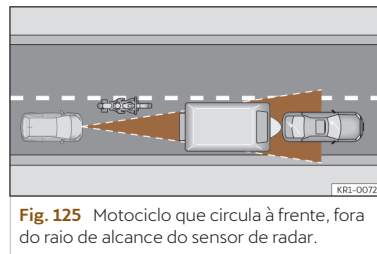

Fig. 125 Motociclo que circula à frente, fora do raio de alcance do sensor de radar.
- Veículos que circulem desalinhados ou fora da zona de deteção do sensor, por exemplo, motociclos >>> **Fig. 125.**